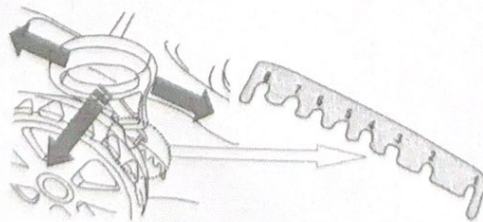

Рис. 15
- Верните рычаг в исходное положение, чтобы установить желаемую высоту среза. Убедитесь, что ручка плотно и надежно входит в свой зазубренный держатель. Такие препятствия, как скошенная трава, не должны мешать передвижению и работе газонокосилки. (рис. 15).